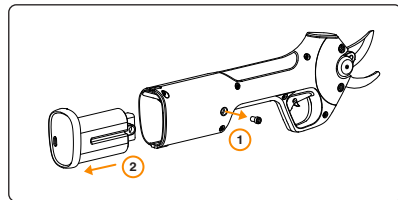

Figura 6. Extracción y cambio de la batería.
- Retire el tornillo Allen de 4 mm de la tapa como se describe en la figura 6.